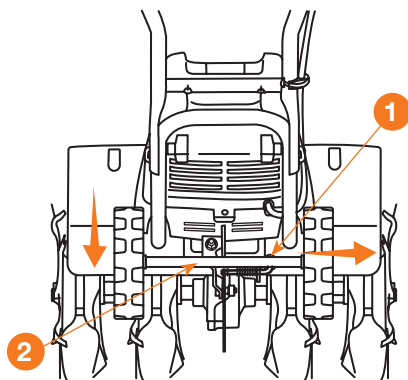

Рис. 20
- Для перевода колес из рабочего режима в транспортировочный, вытяните рычаг блокировки **1**, опустите колесную раму **2** в нижнее положение и зафиксируйте её, задвинув рычаг **1** обратно (Рис. 20).